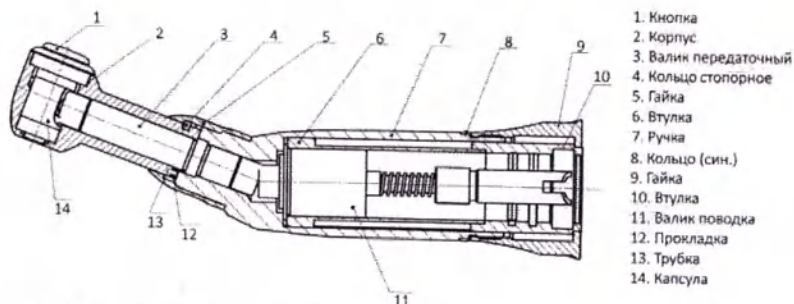

Рисунок 1. Конструкция наконечника
Кольцо (8) синего цвета (См. Рисунок 1) свидетельствует о том, что наконечник имеет передаточное отношение 1:1